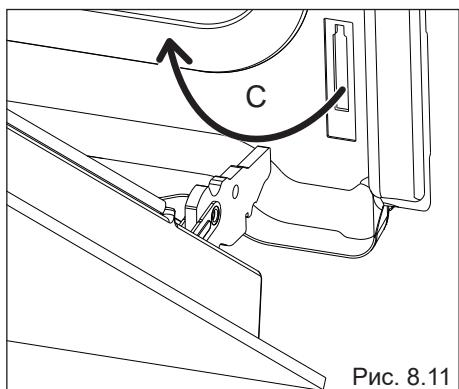

Рис. 8.11
- Вытащите крючки шарнирного соединения из пазов, как показано стрелочкой "C" (рис. 8.11).